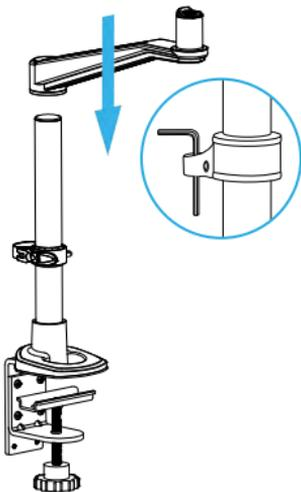

Figure 15
4. Faites glisser le **Bras Pivotant** le long du **Mât** jusqu'à ce qu'il repose sur le **Clip de Gestion des Câbles**. La **Clé Hexagonale** peut être rangée sur le **Clip de Gestion des Câbles**. (Figure 15).